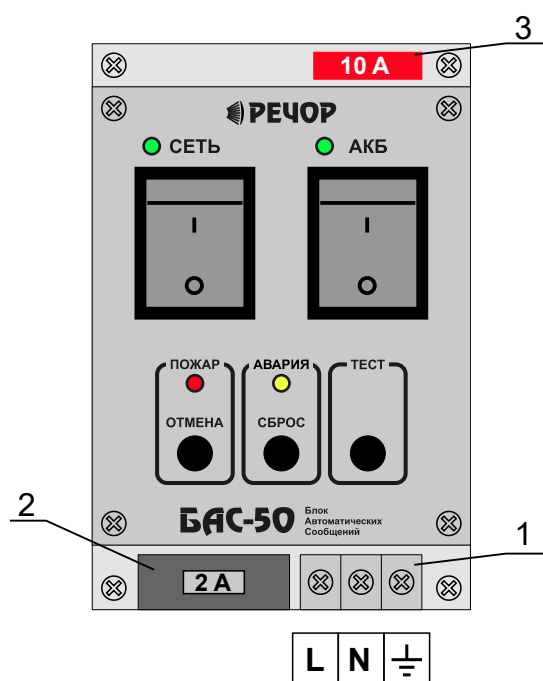

Рис. 1.6. Коммуникации и установочные элементы панели управления.
Подключение сетевого питания 220 В и защитного заземления к устройству производится через клеммную колодку панели управления (поз.1 на Рис. 1.6).
Для обеспечения эффективной работы помехоподавляющего фильтра, имеющегося в БП со стороны сетевого входа, желательно иметь соответствие фактического подключения и обозначения на Рис. 1.6 для фазного (L) и нулевого рабочего (N) и нулевого защитного (N) проводов.